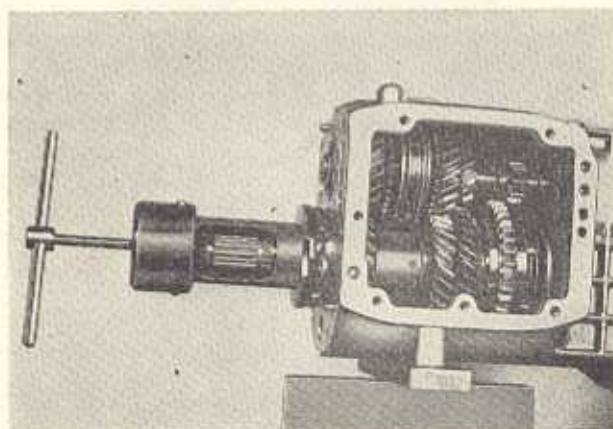

Bild G 22
3. Dabei ist zu beachten, daß sich in der Kegelradwelle zwei Nadellager mit insgesamt 54 Nadeln befinden. Mit demselben Abzieher ist nach Einlegen eines Druckstückes die Augenbuchse abzuziehen (Bild G 22).